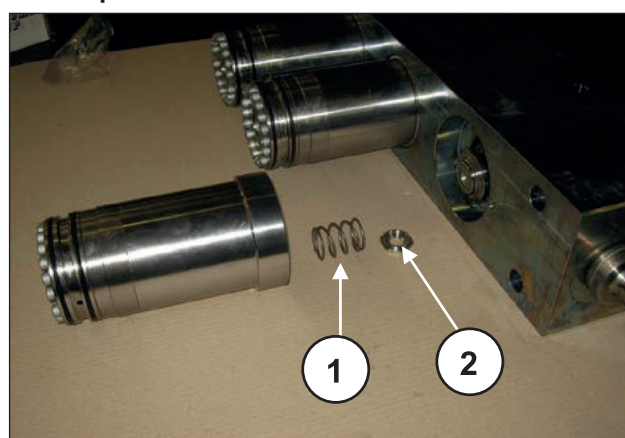

Fig. 175
Durante a desmontagem das camisas preste atenção para não soltar as molas da válvula e as válvulas planas (pos. ① e ②, Fig. 175) como sendo posicionado somente uma passagem, podendo cair.